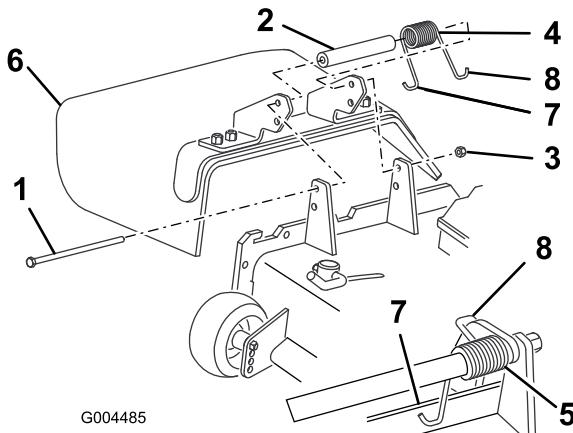

Figura 25
- Togliete il dado di bloccaggio, il bullone, la molla e il distanziale che fissano il deflettore alle staffe orientabili del tosaerba (Figura 25). Togliete il deflettore di sfalcio se è danneggiato o consumato.
- Inserite un distanziale e la molla tra le nuove staffe del deflettore di sfalcio (Figura 25). Collocate l'estremità sinistra a J della molla dietro il bordo del tosaerba.
Nota: Prima di montare il bullone, come riportato nella Figura 25, verificate che l'estremità sinistra a J della molla sia inserita dietro il bordo del tosaerba.
- Montate il bullone e il dado. Infilate l'estremità a gancio della molla attorno al deflettore di sfalcio (Figura 25).